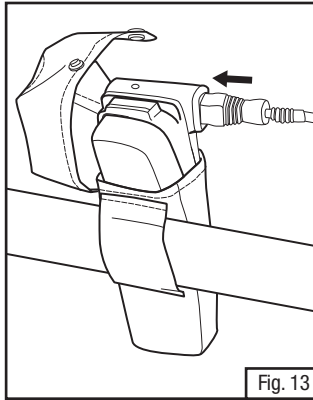

Fig. 13
6. Raccorder le cordon d'alimentation Breathe EasyMC à l'adaptateur (Fig. 13). Mettre le souffleur à moteur sous tension en tenant le bouton de mise sous tension situé sur l'adaptateur enfoncé pendant 1/2 seconde. Lorsque l'appareil est mis sous tension, le voyant lumineux sur l'adaptateur TR-659 devrait clignoter pendant environ une seconde, puis s'éteindre.